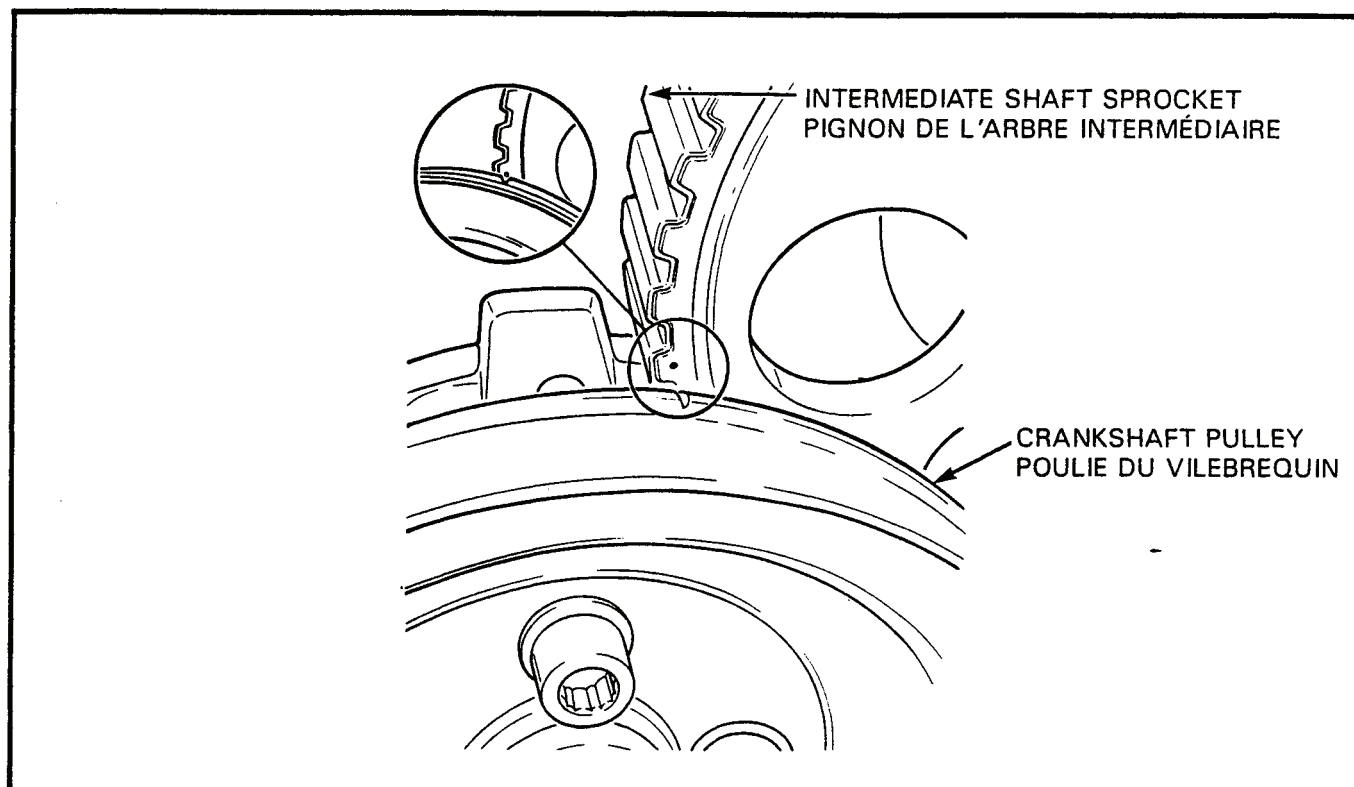

Figure 2-6-30 Timing Mark of Intermediate Shaft Sprocket and Crankshaft Pulley
- g. Turn the intermediate sprocket until the punch mark on the sprocket is in line with the timing mark on the crankshaft pulley, see Figure 2-6-30.
- g. Tourner le pignon intermédiaire jusqu'à ce que le coup de pointeau sur le pignon soit aligné avec le repère de distribution sur la poulie du vilebrequin. Voir figure 2-6-30.